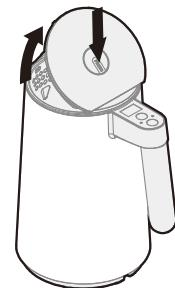

Figura 1
- Desenrolle completamente el cable de energía y coloque la base eléctrica en una superficie plana, nivelada y estable. Presione el botón para abrir la tapa (Figura 1).